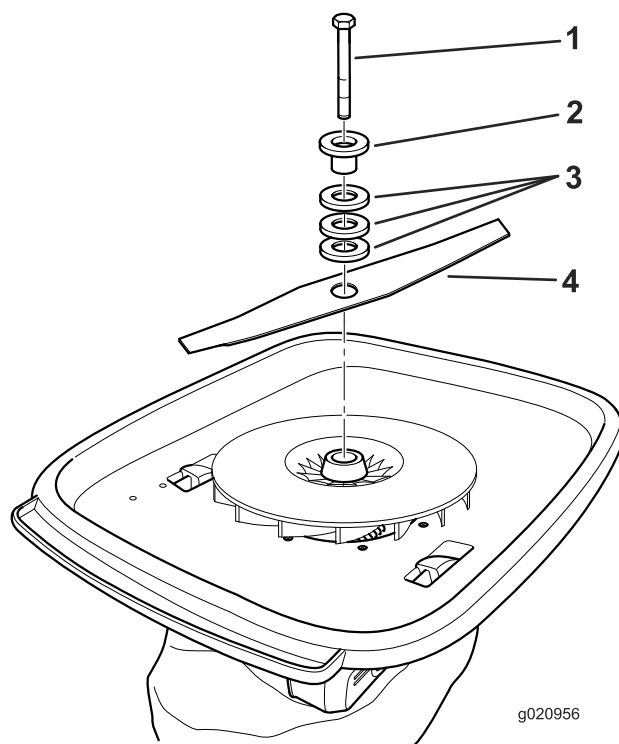

Figura 2
3. Montate la lama con il relativo bullone in dotazione, i distanziali conservati e il bullone di fissaggio come mostrato in Figura 2. Per la procedura di regolazione dell'altezza fate riferimento al *Manuale dell'operatore*.